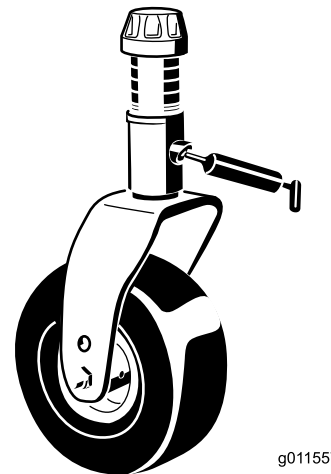

Figura 65
- 2 casquillos del eje de la horquilla de la rueda giratoria (Figura 65)